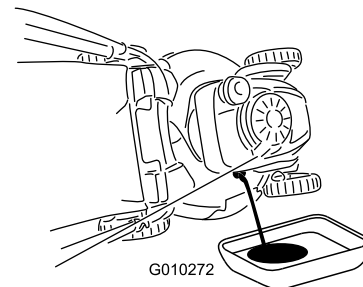

Figure 40
4. Inclinez la tondeuse sur le côté (filtre à air vers le haut) pour vidanger l'huile usagée par le goulot de remplissage (Figure 40).